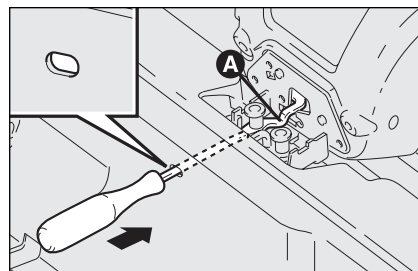

fig. 91
- ☐ prendre le tournevis de la boîte des outils et l'introduire à l'intérieur du trou prévu sur la traverse arrière du coffre à bagages (voir fig. 91);
- ☐ intervenir, au moyen du tournevis, sur le dispositif **A**-fig. 91 de manière à permettre l'ouverture du coffre à bagages.